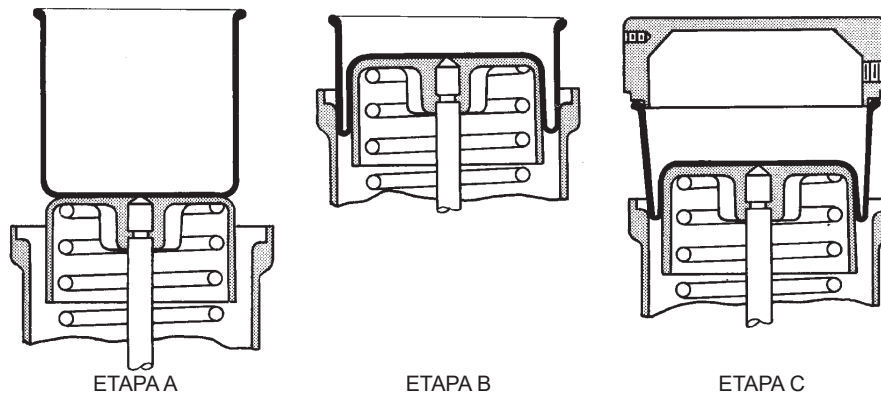

Figura 7 - Método 1
- I-1. Centralize e cole o diafragma (40) no topo do pistão (43) (consulte Figura 7-Método 1, Fase A).
- J-1. Role o diafragma (40) para dentro da caixa da mola (38) até que a borda do diafragma seja localizada na ranhura da caixa da mola (consulte Figura 7-Método 1, Fase B).
- K-1. Coloque a borda do diafragma (40) sobre a caixa da caixa do diafragma (42) e cuidadosamente, encaixe a caixa do diafragma (42) sobre o pistão (43) até o seu assentamento na caixa da mola (38). (ver Figura 7-Método 1, Fase C).
- G-2. Apique uma camada de cola de Neopreno (ou semelhante) na borda e na parte interior do diafragma (40), no pistão (43) e no rebordo da caixa da mola (38).
**Nota:** A parte interior do diafragma que está em contato com o pistão está marcada com a inscrição "lado do pistão"; tenha cuidado para manter a camada de Neopreno dentro dos limites que correspondem à parte achatada do pistão (Figura 7- Método 2, Fase A).
- H-2. Centrar e aderir o diafragma (40) no topo do pistão (43) (Figura 7- Método 2, Fase A).
- I-2. Role o diafragma (40) cuidadosamente para dentro da caixa da mola (38) até que borda engate na ranhura da caixa da mola (38). Pressione leve e uniformemente a borda até que as duas partes cobertas por Neopreno estejam coladas. Verifique que não há torção do diafragma dentro da caixa da mola (Figura 7- Método 2, Fase B).
- J-2. Ajuste a caixa do diafragma (42) à caixa da mola (38) depois de verificar que a conexão do ar está do lado correto e que os orifícios roscados da caixa do diafragma (42) e os orifícios da caixa da mola (38) estão alinhados.
**Nota:** A conexão do ar deve estar alinhada com o orifício de ventilação da caixa da mola (38).
- K-2. Prenda a borda do diafragma (40) entre o rebordo da caixa do diafragma (42) e a caixa do diafragma (Figura 7- Método 2, Fase C).